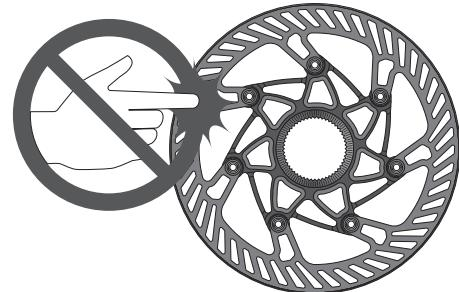

図1
- ・ 自転車が停止した状態であっても、決してディスク・ブレーキ・ローターに手を触れないでください。ローター自体が非常に高温になることがあります、深刻な火傷を負う可能性があります。また、偶発的な自転車の動きによって、指や手が危険にさらされ、深刻な裂傷や骨折の原因になることがあります（図1）。